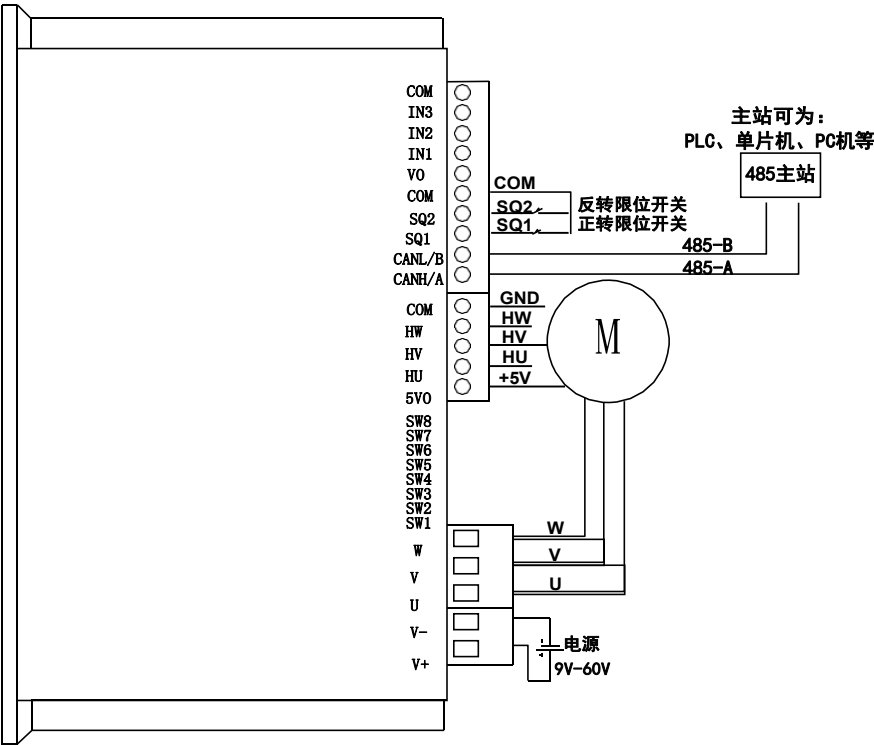

图 3.6 485 通讯电源及电机接线图
- 4) 若主站为 485 设备, 485 主站与驱动器的 485/CAN接口按照A-A、B-B的方式连接(为了信号更稳定, 可将驱动器的COM与主站的信号地相连), 如图 3.6 所示, 接通电源(注意: 电源的电压应与电机的额定电压一致, 且能够提供的电流大于电机的额定电流)。